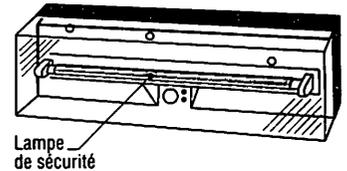

Fig. 15 : Bloc à fluorescence permanent.
– **Bloc à fluorescence de type permanent** (fig. 15), il est marqué « P » et comporte un tube fluorescent, allumé à l'état de veille, et à l'état de fonctionnement, mais dans ce dernier cas, il est alimenté par sa batterie.